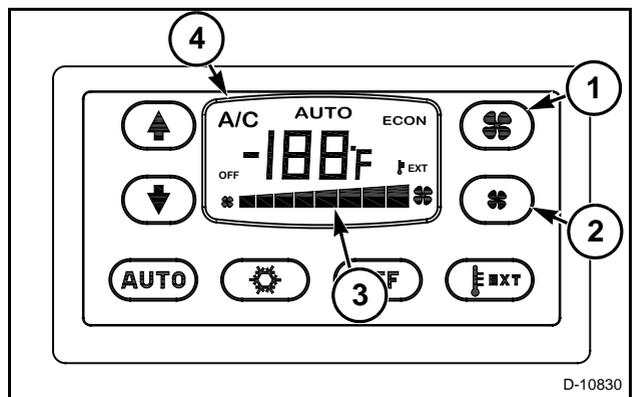

FIG. 48
FIG. 48: La velocidad del ventilador es ajustada desde los botones 1 e 2, ubicados en el panel de control. Existen 4 velocidad disponibles. Cuando por vez un de esos botones fuera presionado, la velocidad incrementará o disminuirá un nivel. La velocidad del ventilador (3) es exhibida en la parte inferior de la pantalla digital (4).